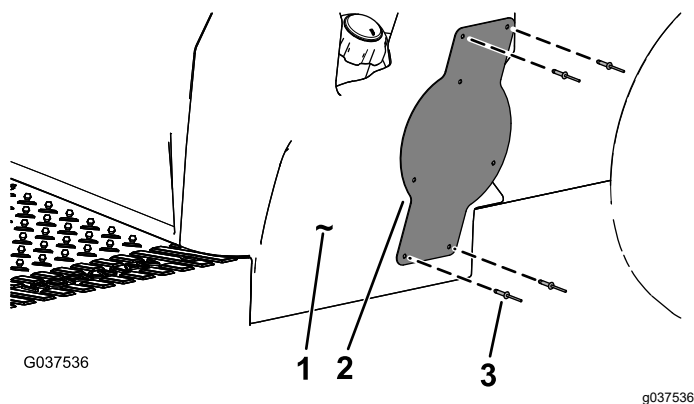

图 11
7. 如 图 11 所示用 4 个弹伸铆钉 3/16 x 15/16 英寸将底板安装支架安装到座椅底座侧面。